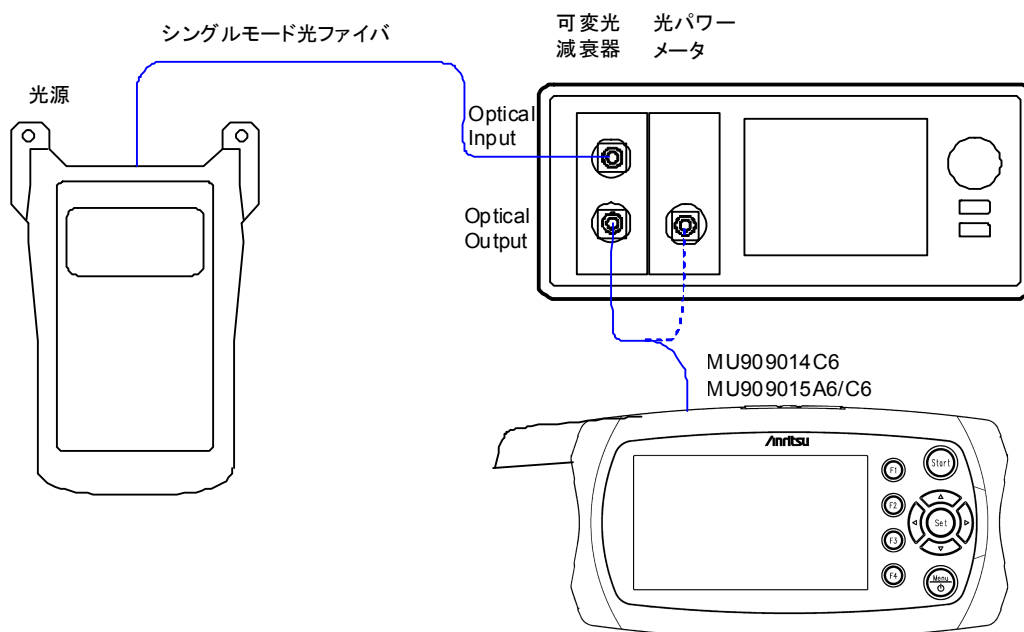

図11.1.10-1 パワーメータ, PON パワーメータの試験接続図
1. 光源と可変光減衰器を、光ファイバで図 11.1.10-1のとおりに接続します。